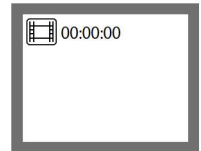

図 34
3. 撮影した画像と動画の確認 (図 34)
①プレビューモードの状態で プレビューボタンもしくは ネクストボタンを押すと最新の画像、もしくは動画が画面に表示されます。(ブラウザモード)
②続けて プレビューボタン、もしくは ネクストボタンを押すと次の画像、もしくは動画に変わります。記録されたデータは記録日時の順番で保存されています。